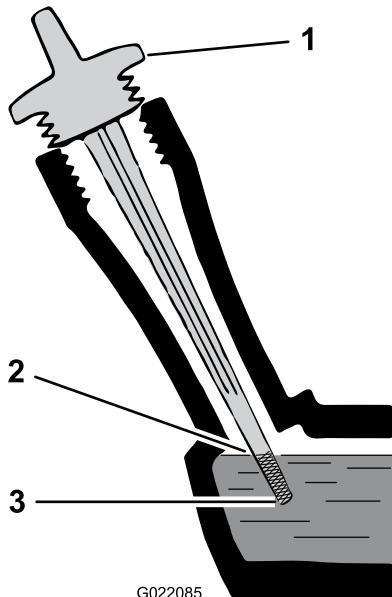

Figura 13
5. Inserte la varilla en el cuello de llenado (pero no gire el tapón en el sentido de las agujas del reloj para sujetarlo) y luego retírela. Figura 13